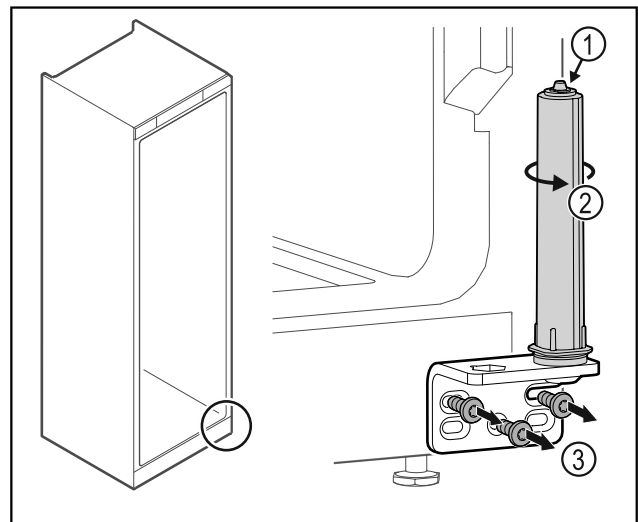

Fig. 32
- ▶ Mos e zbërtheni sistemin e mbylljes së derës Fig. 32 (1).
- ▶ Rrotulloni sistemin e mbylljes Fig. 32 (2) derisa të kërcasë.
- ▶ Lironi vidat e profilin të menteshës Fig. 32 (3).